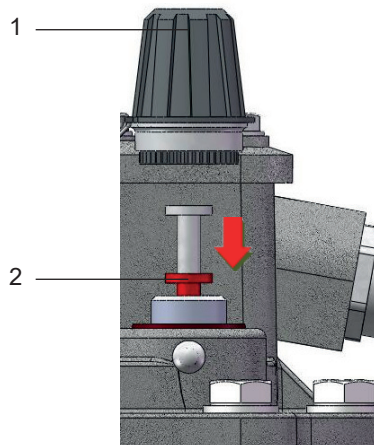

Рис. 16 – Кнопка контроля
- Отвинтить большую колпачковую гайку (рис. 16/ № 1).
- Кнопку контроля (рис. 16/ № 2) нажать до упора и удерживать в этом положении.